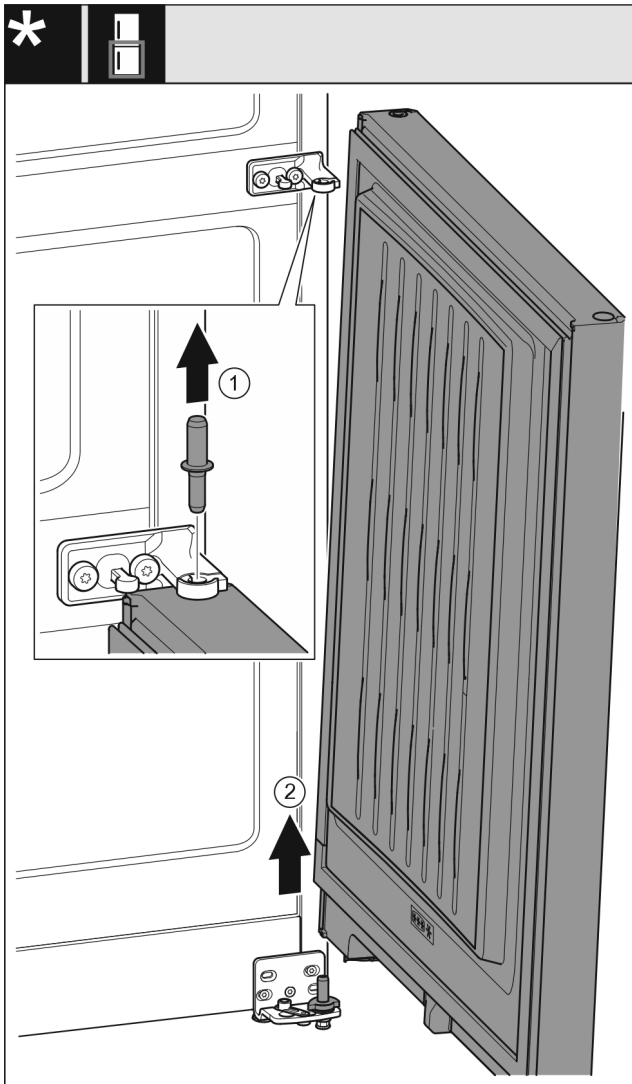

Fig. 31 Zonder sluitdemper\*
- ▶ Bouten Fig. 31 (1) naar boven toe eruit trekken.\*
- ▶ Deur Fig. 31 (2) eruit draaien, naar boven trekken en opzij leggen.\*